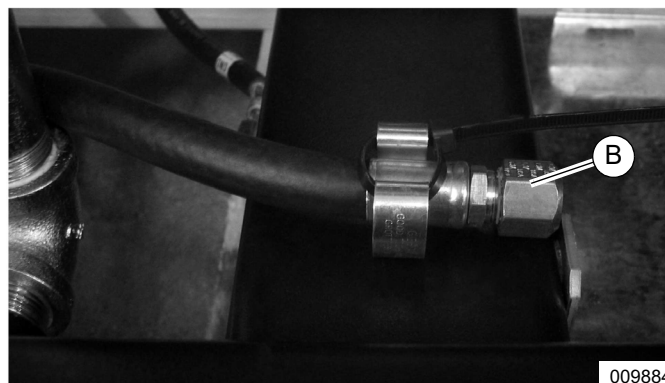

Figure 5-9. Étrier de maintien du tuyau de vidange d'huile
1. Voir la Figure 5-9. Retirez le tuyau de vidange d'huile de l'étrier de maintien (B).